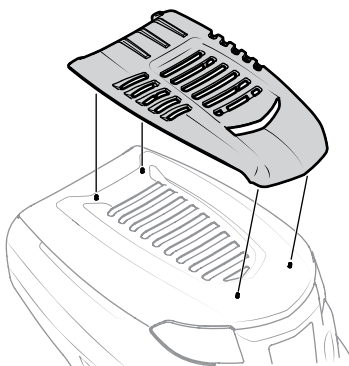

Figura 2-12
- Calce la toma de aire en su lugar usando el capó como guía. Consulte la Figura 2-12.